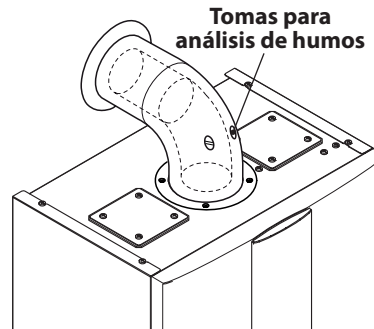

Figura 9.16
- Conecte un analizador de humos a las tomas de análisis de humos situadas en las salidas de humos de la caldera (Figura 9.16).
- Compruebe la combustión de la caldera usando las tomas ubicadas en los tubos de humos (Figura 9.16) y compare los datos medidos con los siguientes.